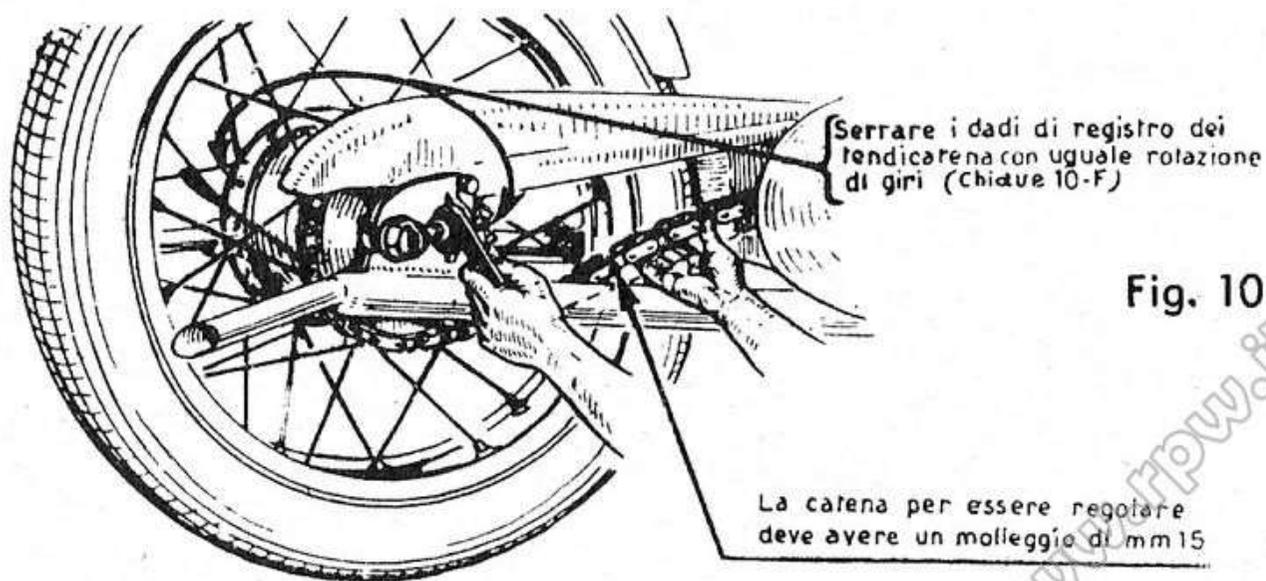

Fig. 10
5) Registrazione della catena (fig. 10).
Questa operazione va eseguita ogni qualvolta la catena risulti eccessivamente allentata. L'esatta regolazione si è raggiunta quando il molleggio della catena corrisponde a 15 mm circa come illustrato alla (fig. 10).